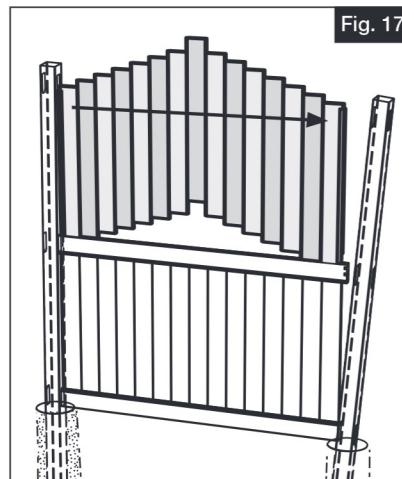

Fig. 17
- Inserte los tablones superiores en el travesaño intermedio y compruebe que haya canales en U en ambos extremos. Empiece con el primer poste instalado y trabaje en dirección del segundo poste (Fig. 17).